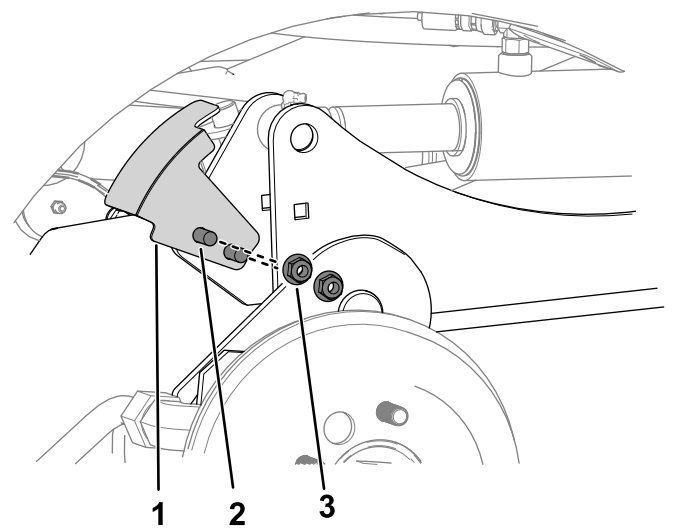

**Figura 6**
2. Utilize dois pinos grandes para instalar os braços de elevação na estrutura da máquina (Figura 6).
3. Instale os acessórios de lubrificação nos pinos grandes (Figura 6).